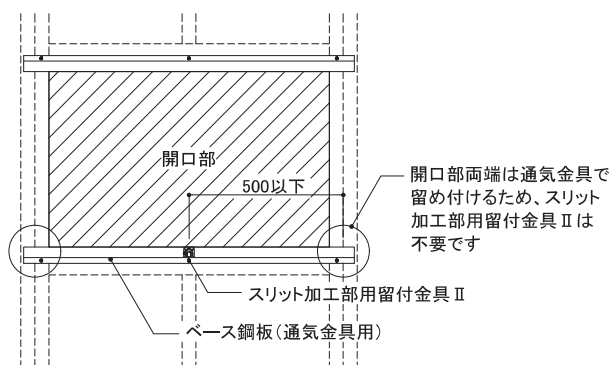

図3 スリット加工部用留付金具Ⅱの施工位置
- スリット加工部用留付金具Ⅱをツメが上がった状態で、開口部下のベース鋼板に500mm以下の間隔で専用ビス(ステンレススネジφ4.5mm×10mm)を用いて留め付けてください。(図3、4、5参照)